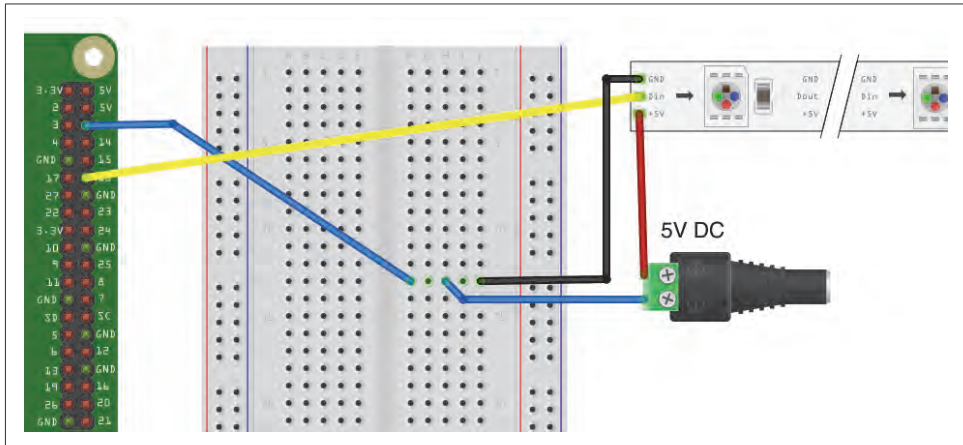

Figura 14.10. Alimentación de una tira de ledes con una fuente de alimentación externa.
Cada led de la tira puede utilizar un máximo de aproximadamente 60 mA. Solo lo hará si los tres canales de color (rojo, verde y azul) están con el máximo brillo (255). Por lo tanto, si va a utilizar una gran cantidad de ledes, tendrá que utilizar una fuente de alimentación separada de 5 V. La Figura 14.10 muestra cómo conectar una fuente de alimentación separada. Un adaptador de terminal hembra de jack a tornillo de corriente continua (“Equipos para prototipos”, en la página 474) facilitará la conexión de la fuente de alimentación externa a la placa de pruebas.